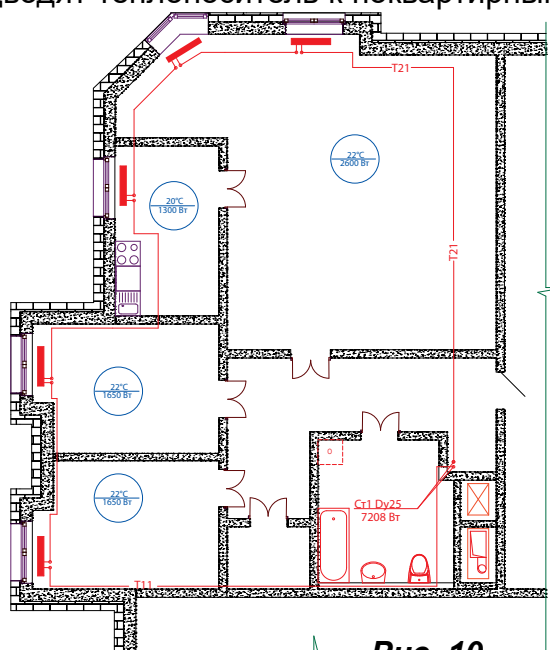

Рис. 10
**24.** На рис. 10 и 10а показана схема поквартирной системы отопления с плинтусной разводкой теплопроводов. В отечественной практике используется также и лучевая разводка теплопроводов от общего для квартиры коллектора.
Рис. 10а